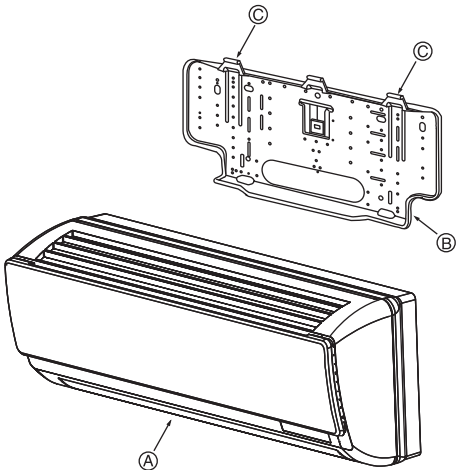

Fig. 3-8
- (L) Marca
(1) Placa de montagem na parede
3.3. Montagem da unidade (Fig. 3-8)
- ① Coloque com segurança as placas de fixação da unidade interior nas agarras da placa de montagem na parede.
- (A) Unidade interior